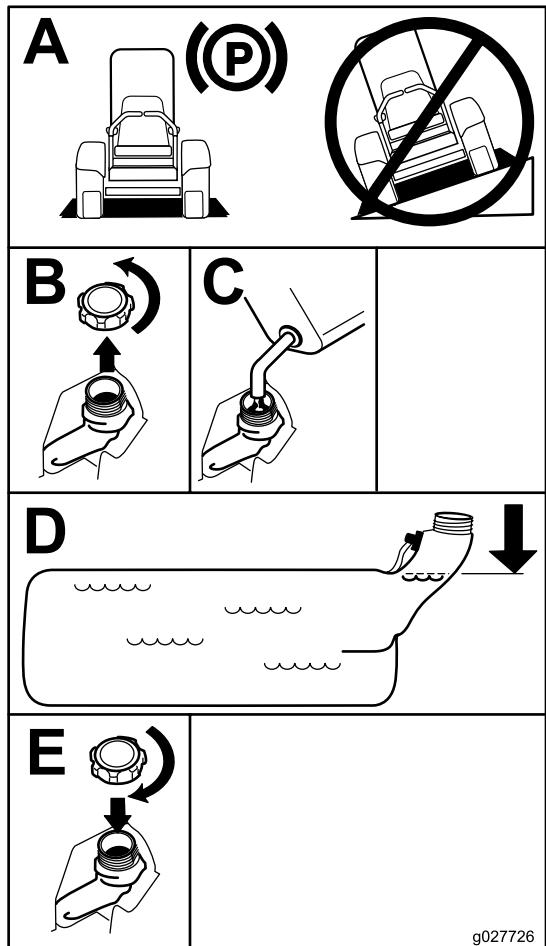

Рисунок 7
5. Заполните топливный бак до нижней кромки заливной горловины (Рисунок 7).